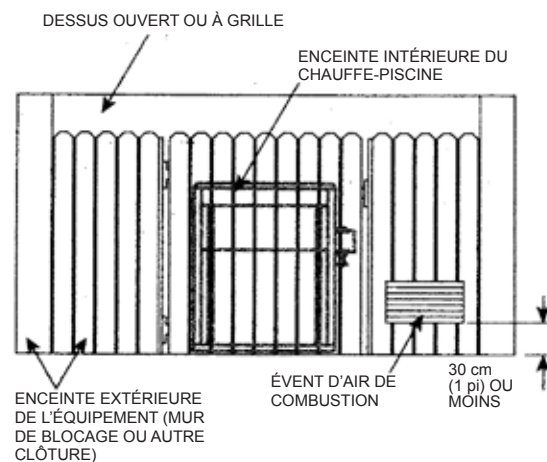

Figure 11: Enceinte extérieure
10. Toute enceinte autour du chauffe-piscine doit fournir un évent pour l'air de combustion commençant à 30 cm (12 po) du bas de l'enceinte. L'ouverture d'aération doit avoir une surface libre d'au moins 6,45 cm² (1 po²) par 4 000 BTU par heure de débit calorifique total provenant de tous les chauffe-piscines dans l'enceinte. Voir la figure 11.